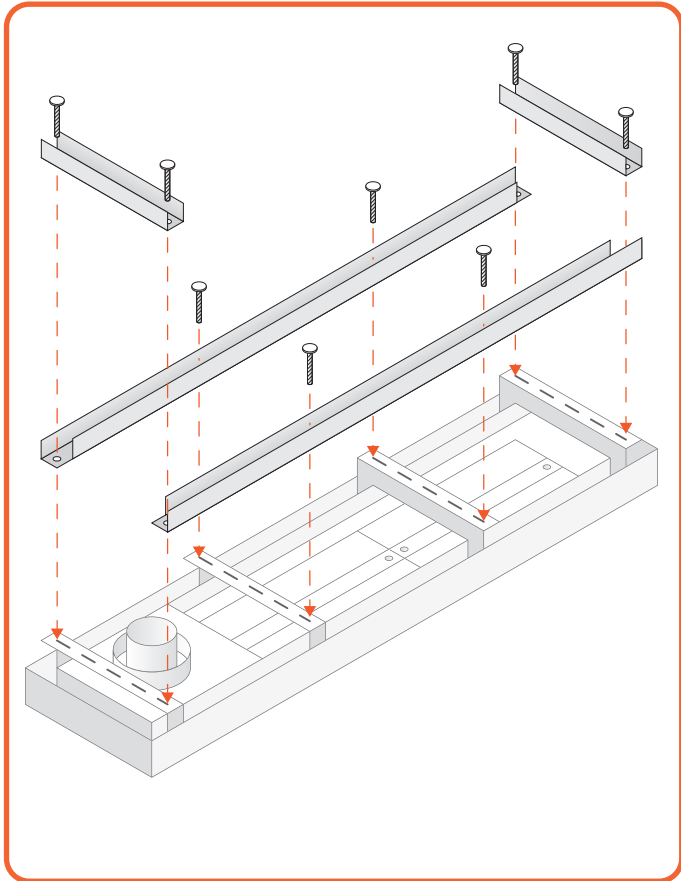
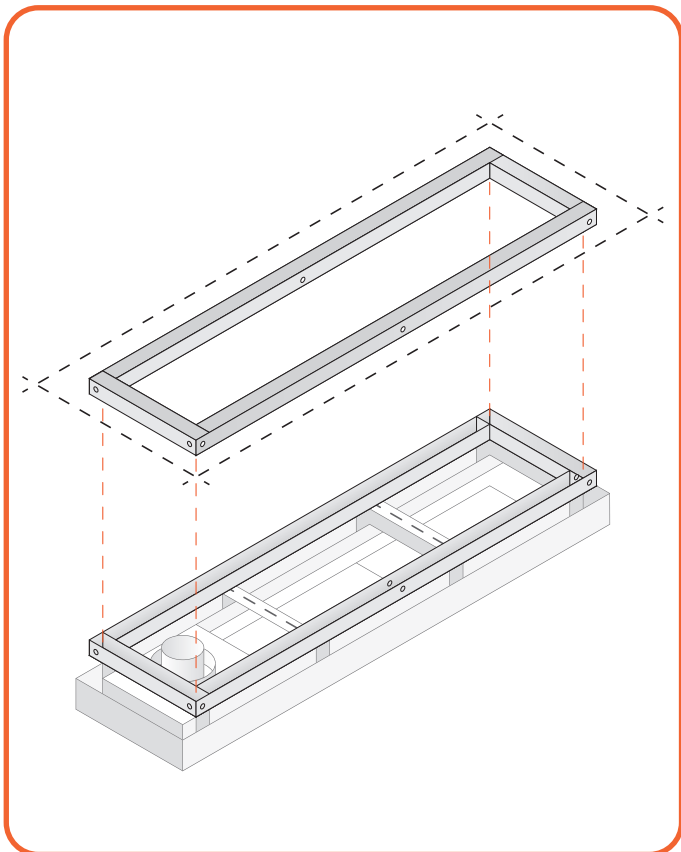

Abb. 6.10 Erstellung Rahmen auf dem Gerät
Abb. 6.12 Richten Sie beide Rahmen aus
- Bauen Sie zuerst einen Metallrahmen für das Gerät und die Decke. (Abbildung 6.10 bis Abbildung 6.12)